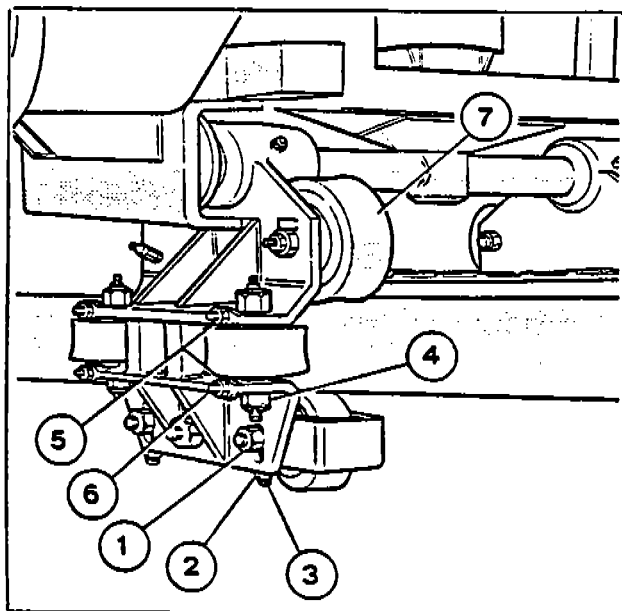

Fig. 48
- 1) Untighten nuts and double nuts - (Fig. 48 - 1 and 2).
- 1) Allentare i dadi e controdadi (1-2-Fig. 48).
- 2) Avvicinare o allontanare le ruotine inferiori agendo, in senso alternato, sulle viti (3-Fig. 48). Gioco 2 mm.
- 3) A regolazione avvenuta bloccare il controdado e dado (2-1-Fig. 48).
- 1) Allentare i dadi e controdadi (4-5-Fig. 48).
- 2) Avvicinare o allontanare le ruotine laterali agendo, in senso alternato, sulle viti (6-Fig. 48).
Fare attenzione che il gioco venga ripartito nei due lati in uguale misura (1 + 1 mm) in modo che la ruota verticale superiore (7-Fig. 48) sia sempre in posizione centrale rispetto alla rotaia percorso.
- 3) A regolazione avvenuta bloccare il controdado e il dado (5-4-Fig. 48).